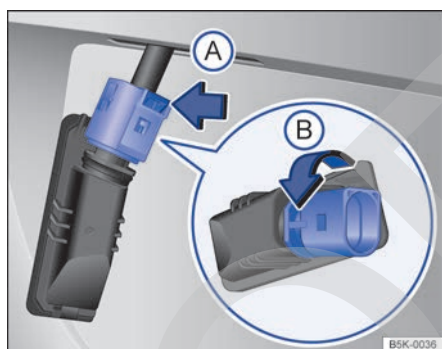

Fig. 166 Luces de matrícula: desmontaje del portalámparas.
- 4) Presione sobre el bloqueo del conector en el sentido de la flecha → fig. 166 A) y desacople el conector.
- 5) Gire el portalámparas en el sentido de la flecha → fig. 166 B) y extráigalo con la lámpara.
- 7) Coloque el portalámparas en la luz de matrícula y gírelo en el sentido contrario al de la flecha → fig. 166 B) hasta el tope.